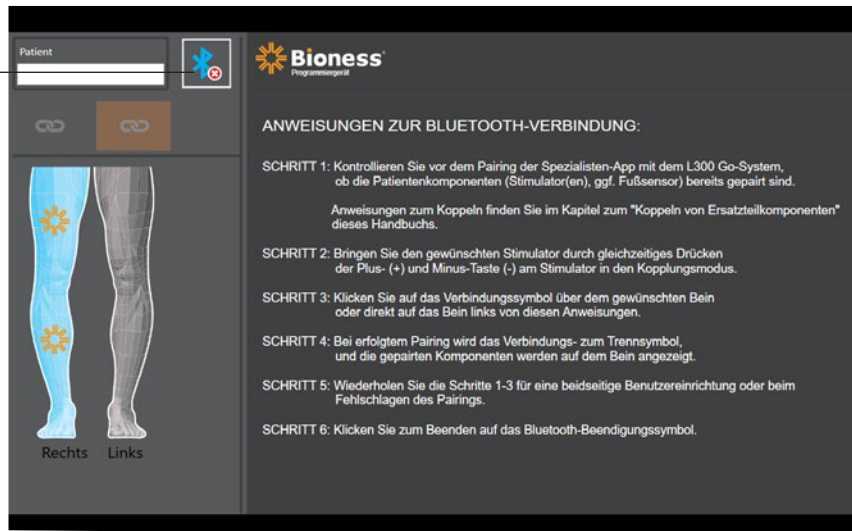

Abbildung 9-1: Verbindungsbildschirm
4. Drücken Sie auf das Verbindungssymbol über dem gewünschten Bein. Siehe Abbildung 9-1.